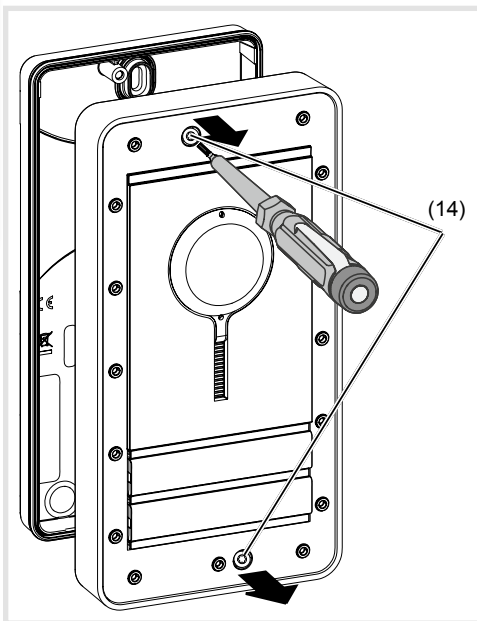

Bild 4: Erste Öffnung 1
- Die beiden Schrauben (14) der Türstation lösen (Bild 4).